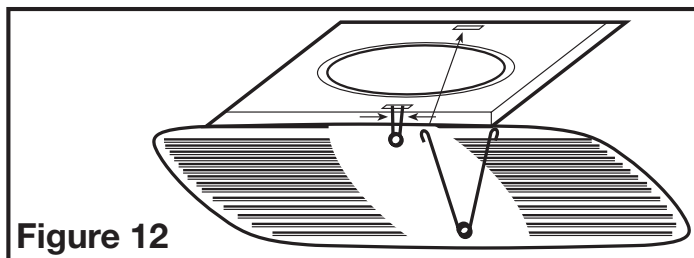

Figure 12
3. Installer la grille en pressant ensemble les deux extrémités des ressorts et en les installant dans les fentes du châssis du ventilateur. Pousser la grille en position (Figure 12).